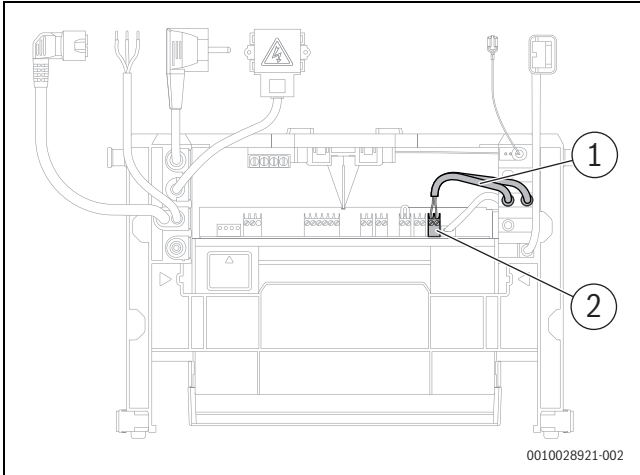

Bild 149 EMS-BUS-Kabel des Solarmoduls MS 100 und der Bedieneinheit auf der Niederspannungsseite anschließen
- ▶ Die Doppel-Zugentlastung mit den beiden EMS-BUS-Kabeln in die Aufnahme am Steuergerät einsetzen (→ Bild 149, [1]).
- ▶ Stecker mit den beiden Kabeln am BUS-Steckplatz anschließen (→ Bild 149, [2]).